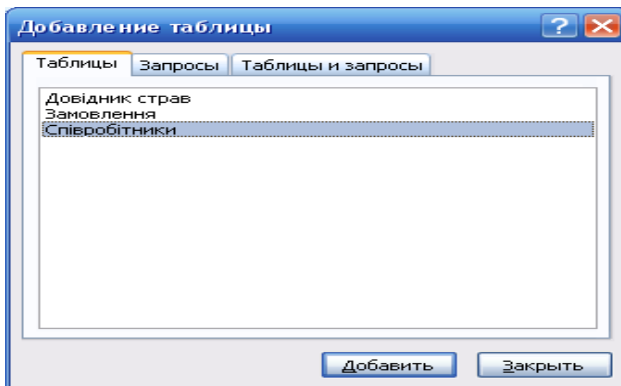

Рис. 24.1. Вікно «Додати таблиці»
- у результаті з'явиться вікно **Конструктора запитів** та вікно **Додати таблиці** (рис. 24.1), в якому потрібно вибрати таблицю (або декілька), з якої буде робитися вибірка даних (в нашому випадку — це таблиця *Співробітники*);